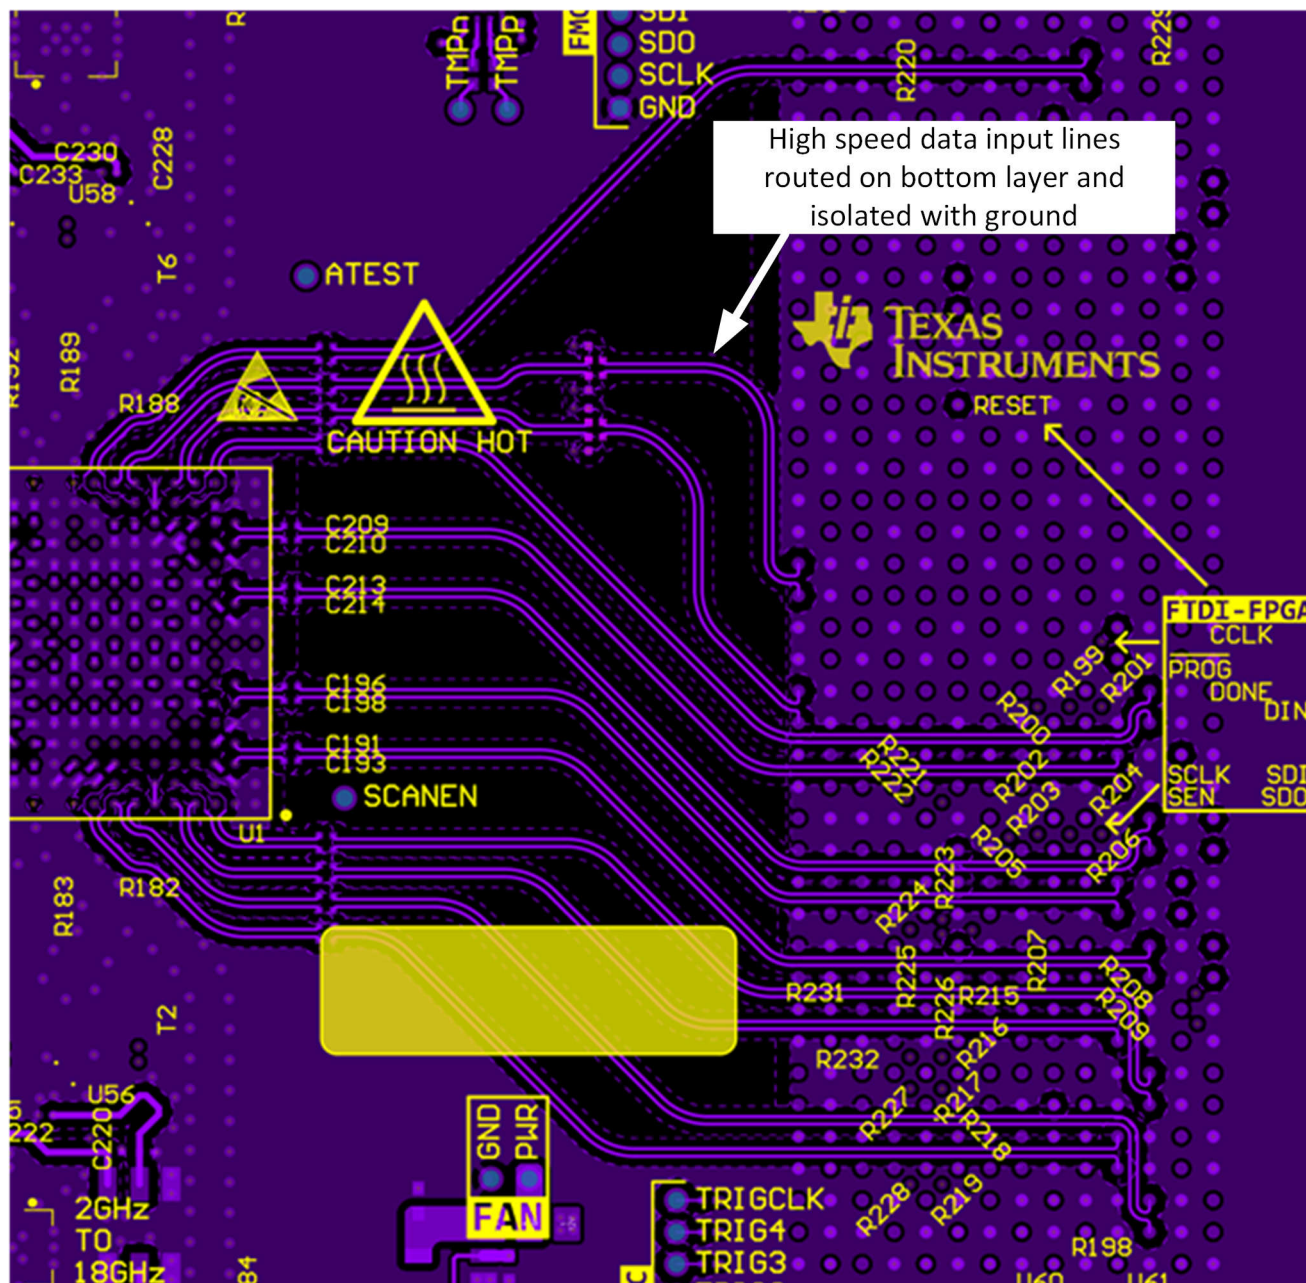

図 9-14. グランド絶縁による Serdes の下層配線
9. JESD204x のデータ出力配線とアナログ入力配線が結合する場合があるので、特に注意が必要です。JESD204x 入力からのノイズの切り替えは、アナログ出力トレースに結合し、DAC の入力帯域幅が広い広帯域ノイズとして現れることがあります。可能であれば、Serdes JESD204x データ入力を DAC 出力トレースから別の層に配線して、ノイズの結合を回避します。例として 図 9-13 と 図 9-14 を参照してください。